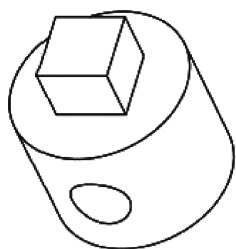
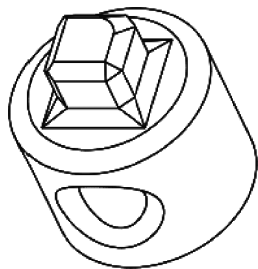
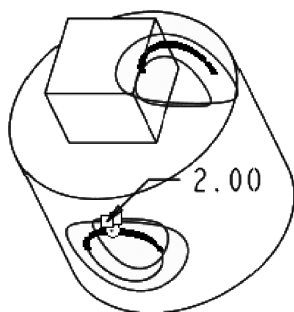

图 7-104 原模型
图 7-105 倒角模型
图 7-106 选取边线
【例 7-10】 由如图7-104所示的模型创建如图7-105所示的模型。
- (1) 打开文件“liti7-10.prt”，如图7-104所示。
- (2) 单击【工程特征】工具栏中的【边倒角】按钮, 在消息区弹出【边倒角】操控板。
- (3) 按住<Ctrl>键选择模型上加粗的两条边线，如图7-106所示。